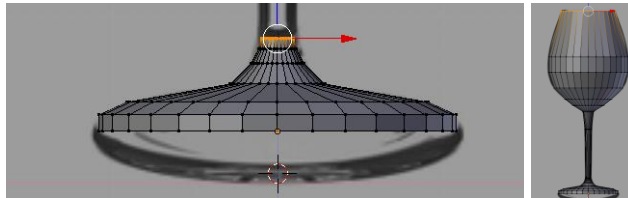

Figura 2. Ajuste da malha ao perfil do copo na imagem.
- Repetir estas ações até chegar ao topo, aplicando extrusões e redimensionamentos para aumentar / reduzir o raio do círculo conforme for necessário para acompanhar o perfil do copo, tal como se observa na Figura 2.